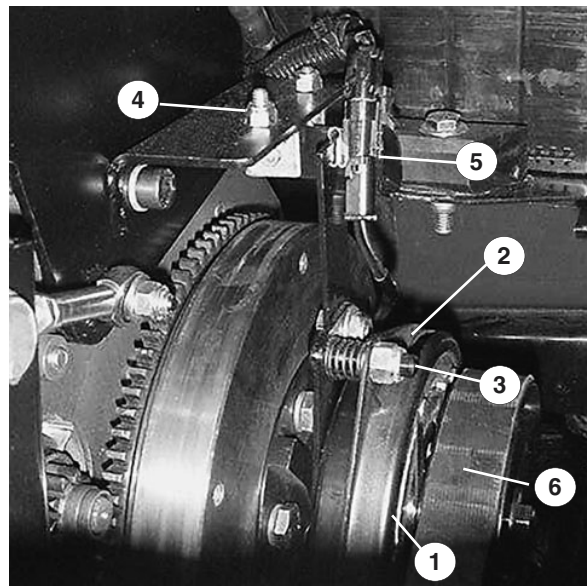

Bild 32
4. Drehen Sie die Zapfwellen-Riemenscheibe in Richtung des Motors und ziehen den Riemen ab (Bild 32).
2. Entfernen Sie die Mutter und Schraube am linken Bügel, so dass Sie den Gummi-Stoßfänger am Befestigungsbügel (Bild 32) entfernen können.
3. Klemmen Sie die Elektrokupplung ab (Bild 32).
4. Stellen Sie den Abstand so ein, dass Sie eine 0,38-mm-Fühlerlehre mit leichtem Druck zwischen dem Kupplungsbelag und der Reibungsplatte einführen können (Bild 32). Diesen Abstand können Sie durch Drehen der Einstellmutter im Uhrzeigersinn reduzieren.